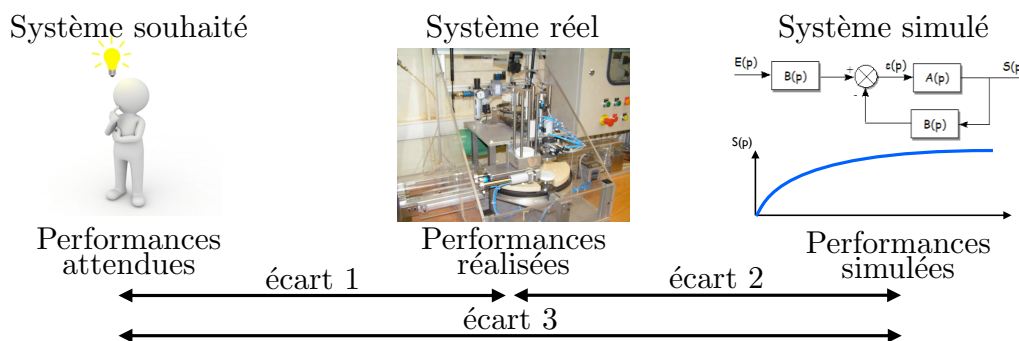

FIGURE 1 – Objectif de la démarche ingénieur : minimiser les écarts
- une conclusion générale pour permettre de caractériser les écarts entre les performances du système réel, du modèle numérique et du cahier des charges Figure 1). On pourra éventuellement proposer des solutions d'amélioration, voir les tester numériquement (et expérimentalement lorsque cela est possible).